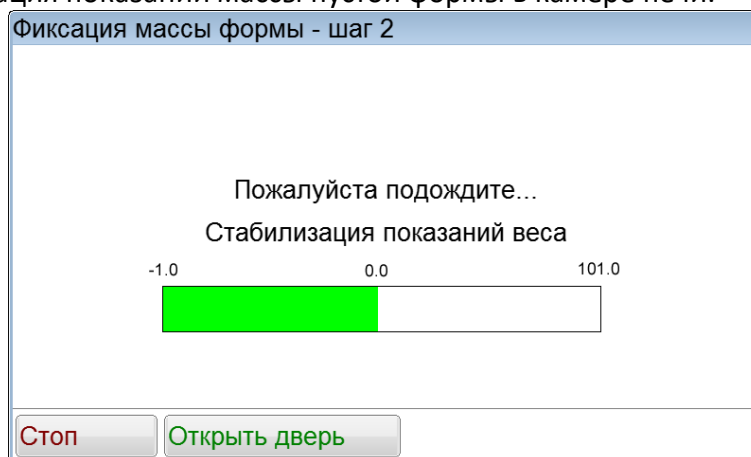

Рисунок 23 – Стабилизация показаний веса (значения указаны произвольно)
4.7.5 Появится окно **«Фиксация массы пробы – шаг 2»** (см. рисунок 23). В этот момент происходит стабилизация показаний массы пустой формы в камере печи.